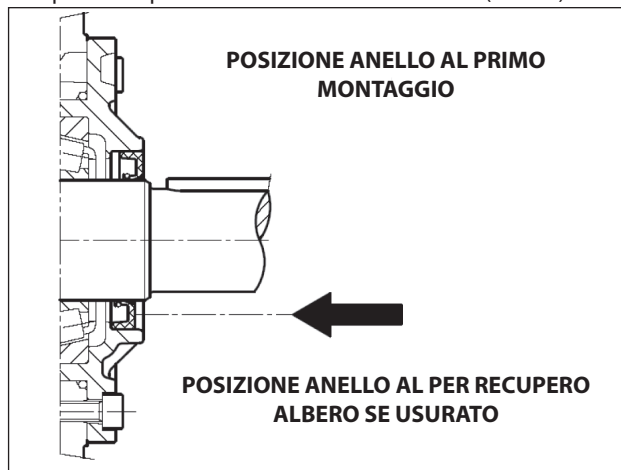

Fig. 7
Se si rende necessaria la sostituzione, posizionare il nuovo anello utilizzando l'attrezzo (cod. 27904800) come indicato in Fig. 7.
**Qualora l'albero pompa presenti un'usura diametrale nella zona di contatto col labbro di tenuta, al fine di evitare l'operazione di rettifica, è possibile riposizionare l'anello in battuta col coperchio come indicato nella Fig. 7.**